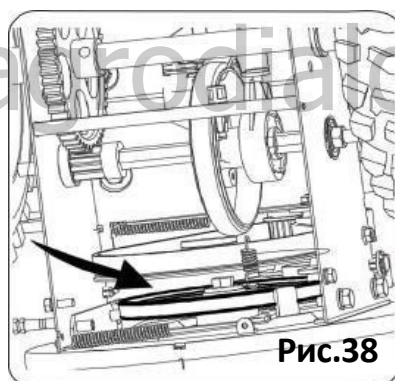

Рис.38
- Снимите приводной ремень со шкива и разместите между фрикционным колесом и диском фрикциона см.рис.38.